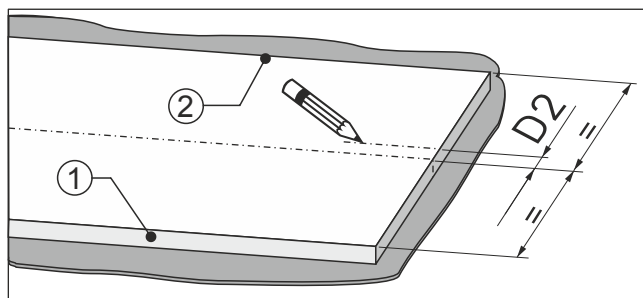

Fig. 91
- Fra midten af møbelfronten opmåles målet Fig. 91 (D2) i retning mod dørstoppsiden Fig. 91 (2).